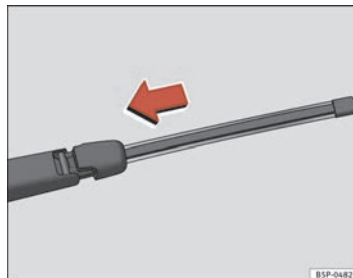

Fig. 184 Pose du balai d'essuie-glace arrière
- Placez le balai comme indiqué sur la figure ⇒ page 250, fig. 184 puis faites glisser l'adaptateur jusqu'à ce qu'il s'emboîte.